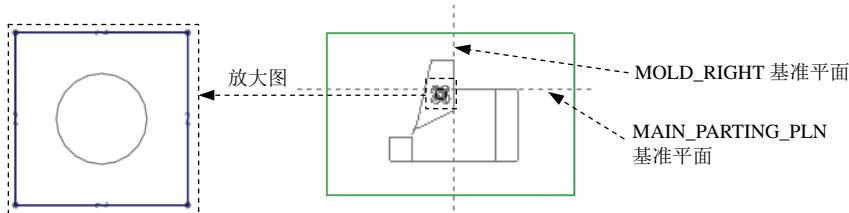
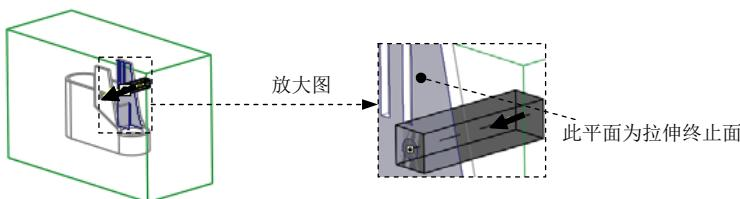

图 19.8 截面草图
图 19.9 选取拉伸终止面
(4) 进入草绘环境后,选取 MOLD_RIGHT 基准平面和 MAIN_PARTING_PLN 基准平面为草绘参考,利用“使用边”命令绘制图 19.8 所示的截面草图。完成特征截面的绘制后,单击“草绘”操控板中的“确定”按钮 。
(5) 设置深度选项。
① 在操控板中选取深度类型 (到选定的)。
② 将模型调整到图 19.9 所示的视图方位,采用“列表选取”的方法,选择图 19.9 所示的平面为拉伸终止面。
(6) 在“拉伸”操控板中单击 按钮,完成特征的创建。